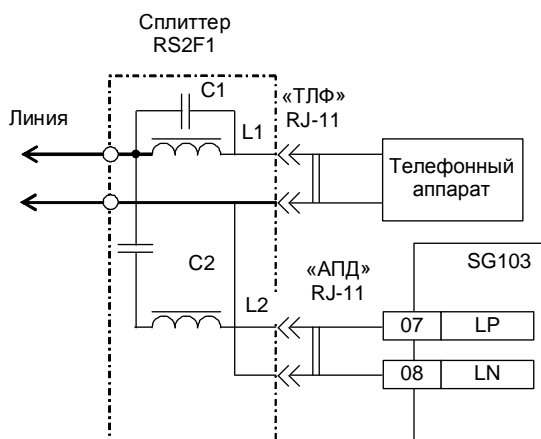

Рисунок 44 – Схема подключения к линии модема исполнения 3
5.12.5 Модем исполнения 3 для сохранения функции телефонной связи должен подключаться к двухпроводной линии связи через одноканальный сплиттер RS2F1 (рисунок 44). Сплиттер